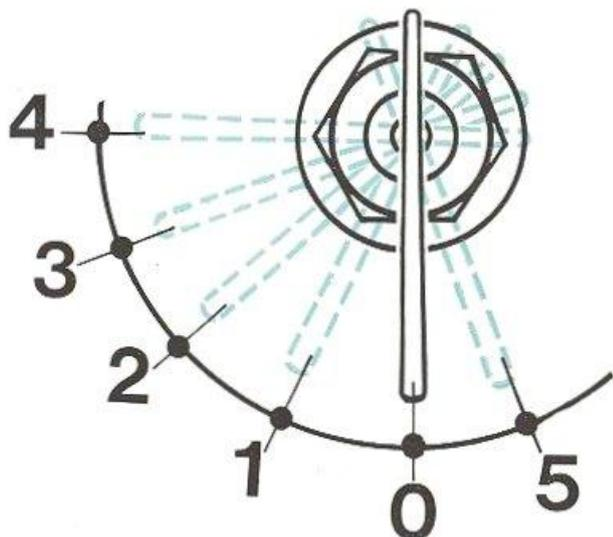
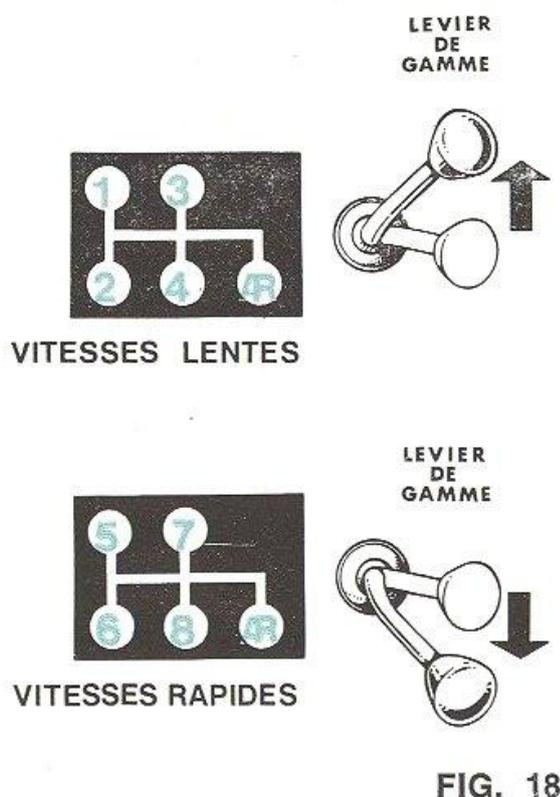

FIG. 5
FIG. 18
Le commutateur de démarrage n'est en circuit que si le contacteur général (Fig. 5) est enclenché et le levier de gamme (Fig. 18) est au point mort.
L'ampoule située dans le hublot (2) éclaire le tableau de bord et permet de s'assurer que les projecteurs sont allumés lorsque le contacteur général est en position 2-3-4 ou 5 (voir Fig. 5).
Placé en haut et à droite du tableau de bord, le voyant rouge, marqué « PRESS », s'allume dès que la clé du contacteur général est amenée dans la position « 1 » (voir Fig. 5).
Placé en haut et à gauche du tableau de bord, cet indicateur lumineux permet de contrôler le comportement de l'alternateur, du régulateur de tension et du télerupteur. Le voyant s'allume à l'arrêt dès que la clé du contacteur général (voir Fig. 5) est au premier cran. Moteur en marche, il s'éteint immédiatement et ne doit s'éclairer pour aucun régime du moteur.